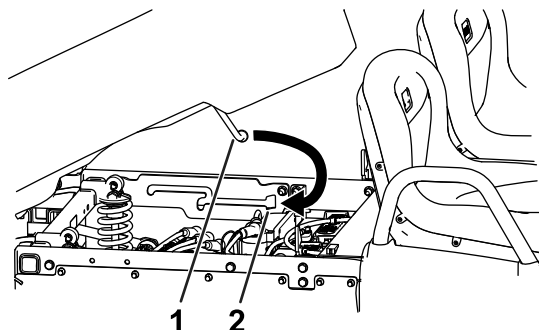

Figura 5
4. Ajuste a altura e a posição do equipamento de elevação para que a parte mais curta esteja alinhada com o orifício da chave na extremidade da ranhura da barra de apoio, no canal da estrutura esquerda ou no suporte da barra de apoio (Figura 5).
5. Incline a barra de apoio para a frente e insira a parte mais curta através do orifício da chave (Figura 5).